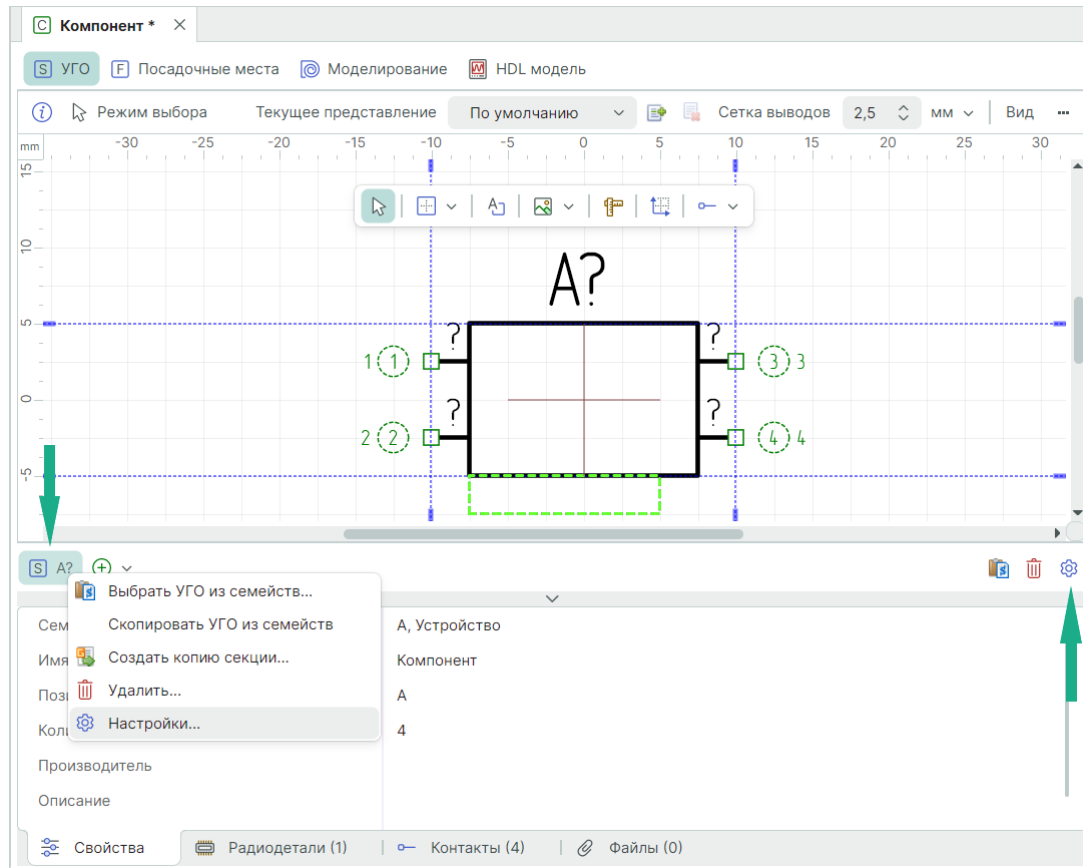

Рис. 219 Вызов настроек секций
1. Вызовите окно настроек из контекстного меню секции или с помощью символа , расположенного в правой части редактора, см. Рис. 219.